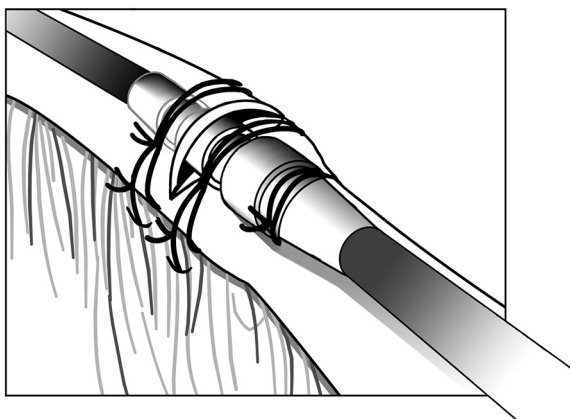

Figure 14. Exemple de manchon de suture, technique d'incision veineuse
3. En utilisant le même sillon, fixer la sonde et la veine sur le fascia adjacent (Figure 14 Exemple de manchon de suture, technique d'incision veineuse en page 35).